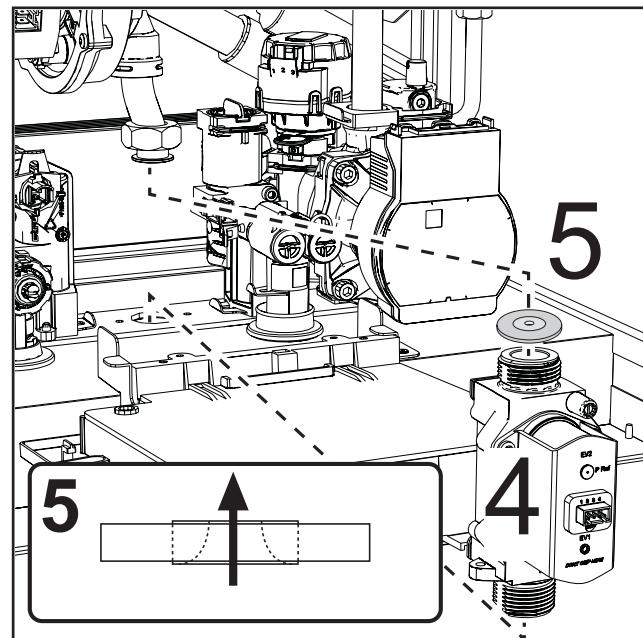

Рис. 46
- Извлеките газовый клапан «4» и газовую диафрагму «5» (рис.46).